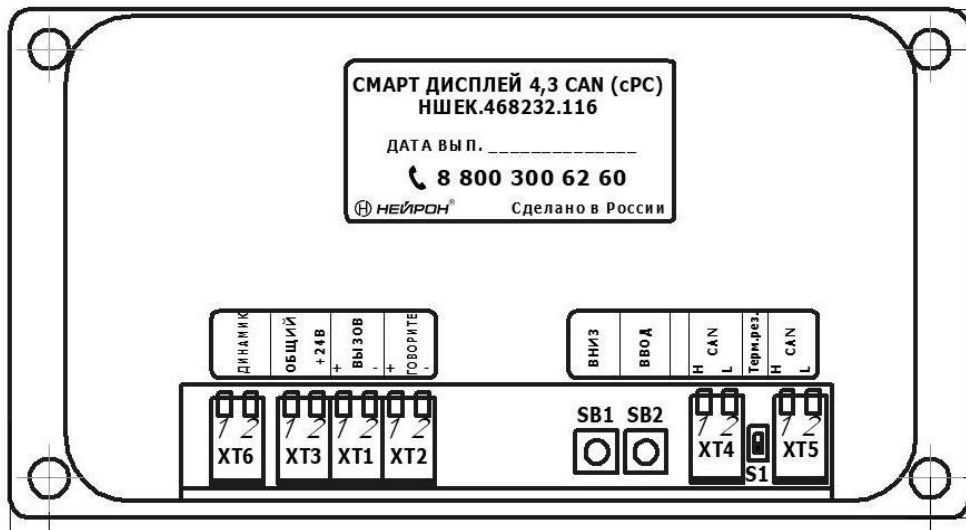

Рис.1. Расположение разъемов и органов управления
7.2 Выполнить подключение разъема XT4 согласно таблице 1, и разъемов XT1-XT3 согласно таблице 2. Расположение разъемов показано на рис.1.